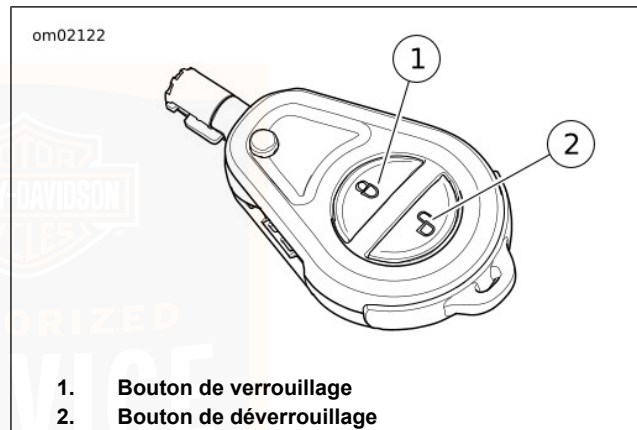

Figure 7. Porte-clés à télécommande
- b. **Porte-clés à télécommande** : voir Figure 7 . Appuyer sur le bouton de verrouillage du porte-clés à télécommande.
- b. **Porte-clés à télécommande** : voir Figure 7. Appuyer sur le bouton de déverrouillage du porte-clés à télécommande.
Voir Figure 7. Le porte-clés à télécommande verrouille et déverrouille à distance le bouton de verrou de fourche, les sacoches et le Tour-Pak. Le porte-clés à télécommande peut actionner les verrous lorsque la moto est en marche ou arrêtée.